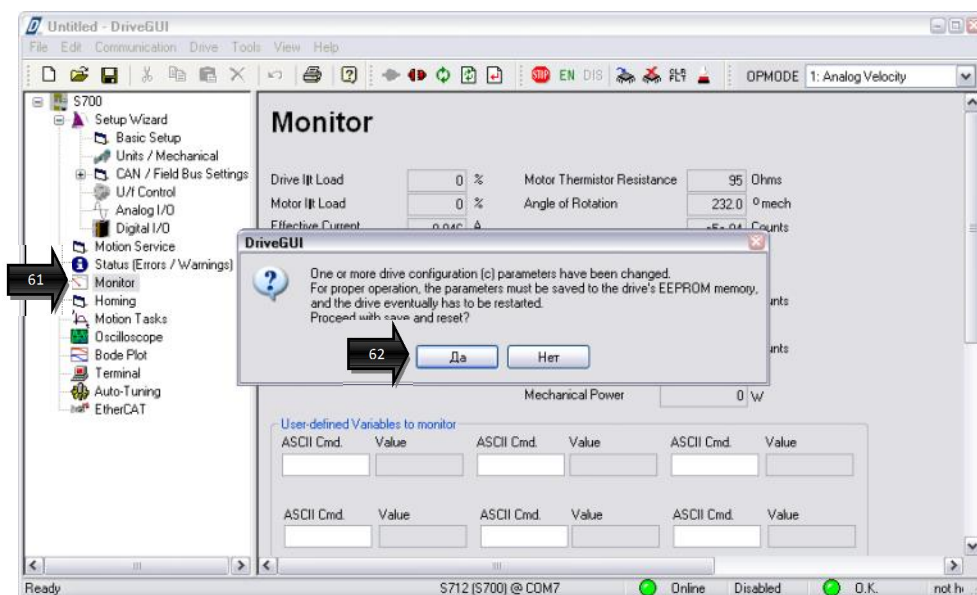

Рисунок 23 – Окно «Monitor»
5.11 Проверка работы привода по U/f-характеристике выполняется в окне «Monitor»⁶¹ (рис. 23). При его открытии «DriveGUI» выдаст сообщение о необходимости сохранения сделанных изменений во внутренней памяти S700 и выполнения перезапуска.